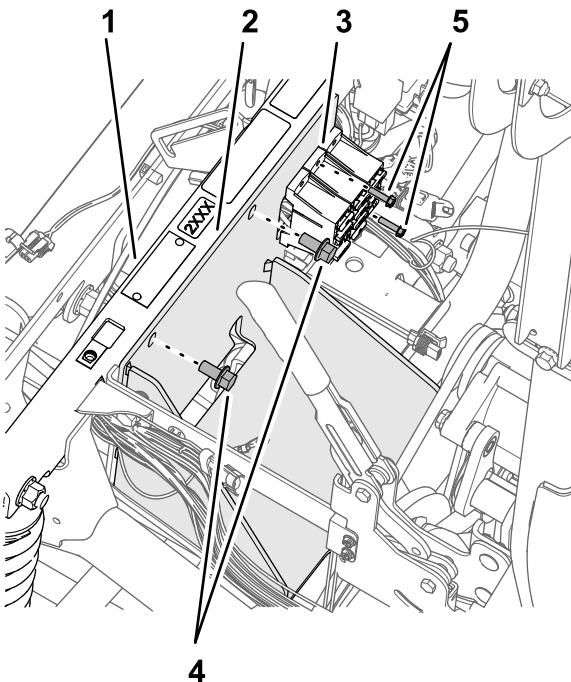

Figura 174
2. Monte o suporte da bateria no tubo de suporte do para-choques (Figura 174) com os dois parafusos de cabeça flangeada (3/8 pol. x 3/4 pol.) que retirou no passo 4 de Retirar a bateria \(300 A\) e suporte da bateria (página 77).
4. Prenda os blocos de fusíveis no suporte da bateria (Figura 174) com o parafuso (10-24 x 3/4 pol.) e as porcas (10-24) que retirou no passo 3 de Retirar a bateria \(300 A\) e suporte da bateria (página 77).